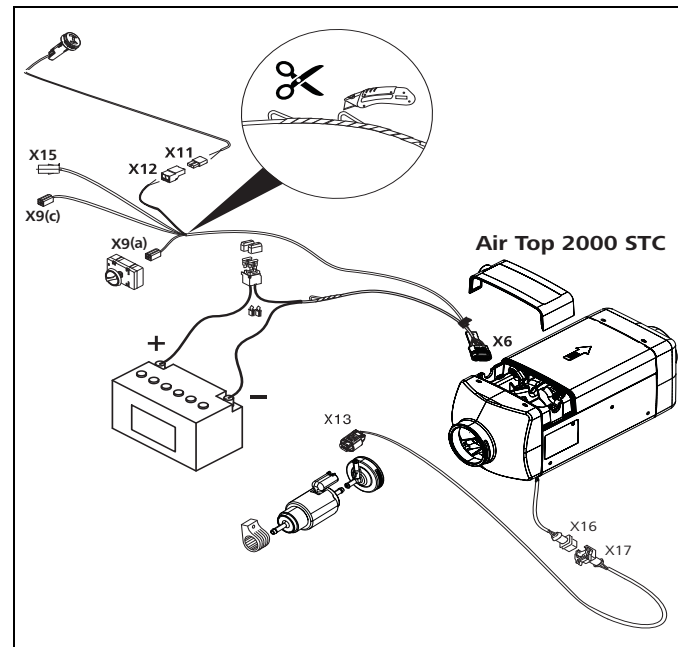
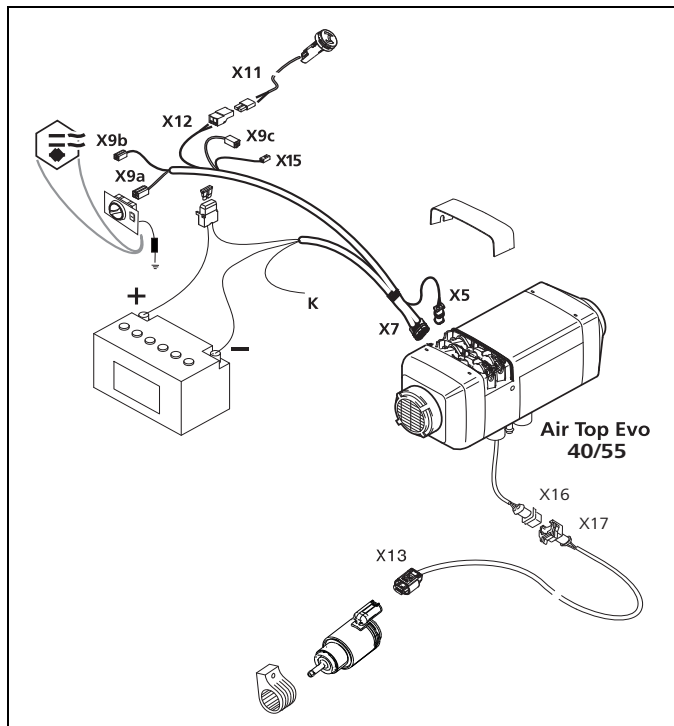

Fig. 32 Fascio di cavi Air Top 2000 STC
Fig. 33 Fascio di cavi Air Top Evo 40 / Air Top Evo 55
Fig. 32 e Fig. 33 illustrano i fasci di cavi per Air Top 2000 STC e Air Top Evo 40 / Air Top Evo 55
- Il fascio di cavi dell'Air Top Evo 40 / Air Top Evo 55 comprende il cavo K (Fig. 33, colore rosso/nero (rt/sw)) per il comando opzionale di un sezionatore della batteria o di un'ulteriore spia di funzionamento. Se non necessaria, isolare l'estremità del cavo.